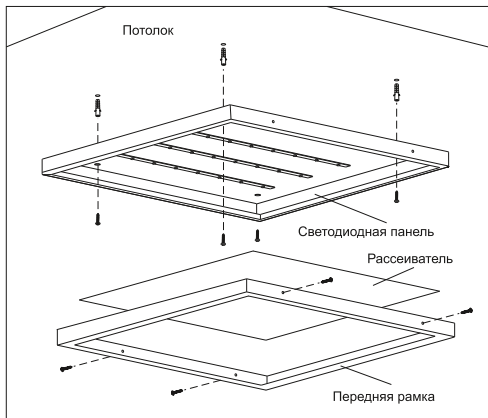

Рисунок 1
5.2.2 Накладной монтаж производить непосредственно на поверхность потолка с креплением светодиодной панели через отверстия в корпусе (рисунок 1). Крепёж для накладного способа монтажа в комплекте не поставляется.